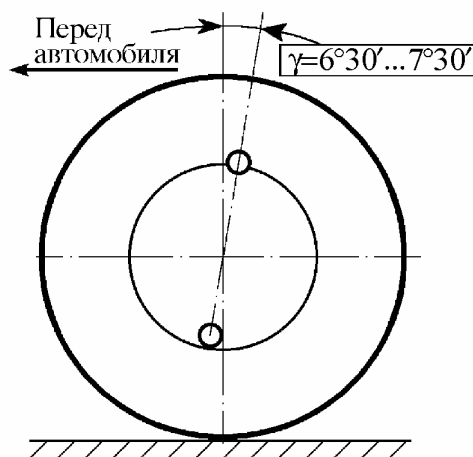

Рис. 5. Угол продольный наклона оси поворота переднего колеса
4.1. Проверить углы продольного наклона осей поворота передних колес (рис. 5)